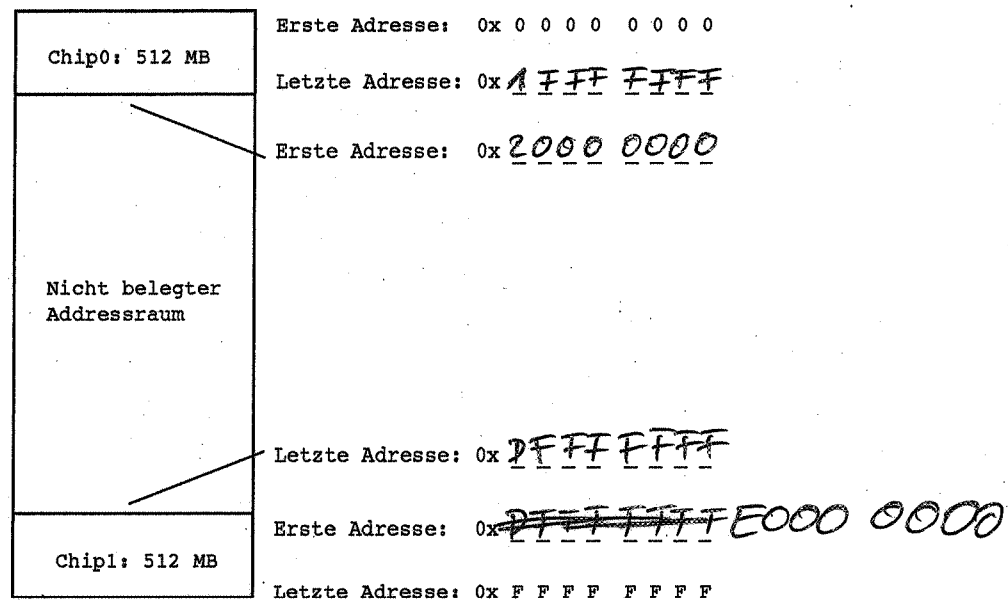

Bild 3: Speicherbelegung des Adressraums mit zwei Speicherchips
a) Die Speicherbelegung eines ARM-Cortex-M3-Controller ist in Bild 3 dargestellt. Ergänzen Sie dort die fehlenden Adressen.